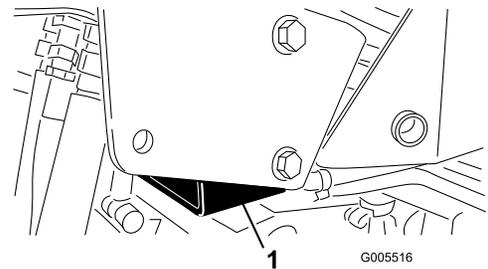

Figura 28
- Lado direito — sob a placa de apoio e ao lado do suporte do santo antônio (Figura 28)